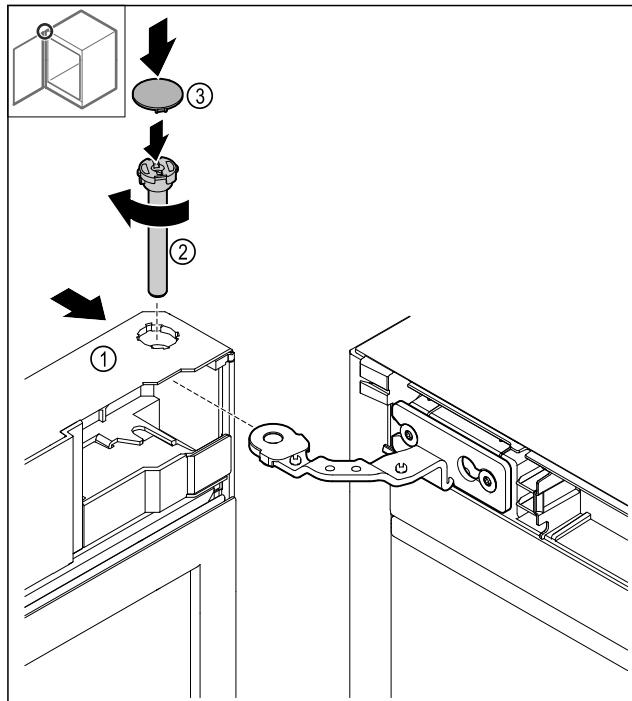

Fig. 43
- Пълзнете вратата Fig. 43 (1) отгоре върху пантата.
- Вкарайте болта Fig. 43 (2) и го затегнете в посока на часовниковата стрелка.
- Нахлузете капака Fig. 43 (4).